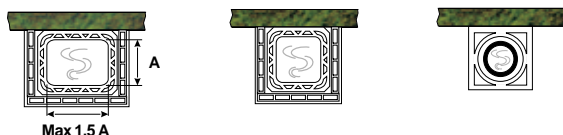
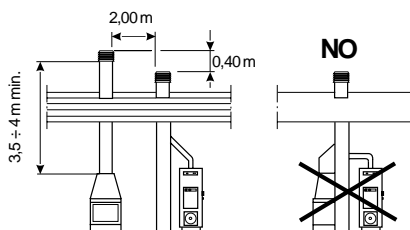

Fig. 5.2.1
Fig. 5.2.2
È consigliabile l'uso di canne fumarie coibentate in refrattario o in acciaio inox di sezione circolare, c o n pareti interne a superficie liscia (Fig. 5.2.1). La sezione della canna fumaria dovrà mantenersi costante per tutta la sua altezza. Si consiglia un'altezza minima di 3,5÷4 m (vedi Fig. 5.2.2). È opportuno prevedere, sotto l'imbocco del canale da fumo, una camera di raccolta per materiali solidi ed eventuali condense.
- **FLUE** dimensions must comply with the instructions given in the technical data sheet (medium draught 12 Pa with the door closed). It is advisable to use flues insulated with a refractory material or in stainless steel with a circular cross section and smooth internal walls (Fig. 5.2.1). Flue cross-section should be kept constant for all its height. A minimum height of 3.5÷4 m is recommended (see Fig.5.2.2). Under the outlet of the smoke pipe there should be a chamber for gathering solid materials and any condensation.
- Die Maße des **RAUCHFANGS** müssen den Angaben des technischen Datenblattes (bei geschlossener Tür Abzug medium 12Pa) entsprechen. Es wird die Verwendung von runden, isolierten Rauchfängen aus Schamotte oder Edelstahl, die an den Innenwänden eine glatte Oberfläche haben, empfohlen (Abb. 5.2.1). Der Durchmesser des Rauchfangs muss über seine gesamte Länge gleich sein. Es wird eine Mindesthöhe von 3,5÷4 m empfohlen (siehe Abb.5.2.2). Es ist außerdem empfehlenswert, an der Mündung des Rauchkanals eine Kammer vorzusehen, in der Feststoffe und eventuelle Kondensflüssigkeit aufgefangen werden.
- Per evitare inconvenienti nel tiraggio, ogni caminetto dovrà avere una propria canna fumaria indipendente. Nel caso di presenza di più canne fumarie sul tetto è opportuno che le altre si trovino ad almeno 2 metri di distanza e che il comignolo del caminetto **SOVRASTI** gli altri di almeno 40 cm (Fig.5.2.2). Se i comignoli risultano accostati prevedere dei setti divisorii.